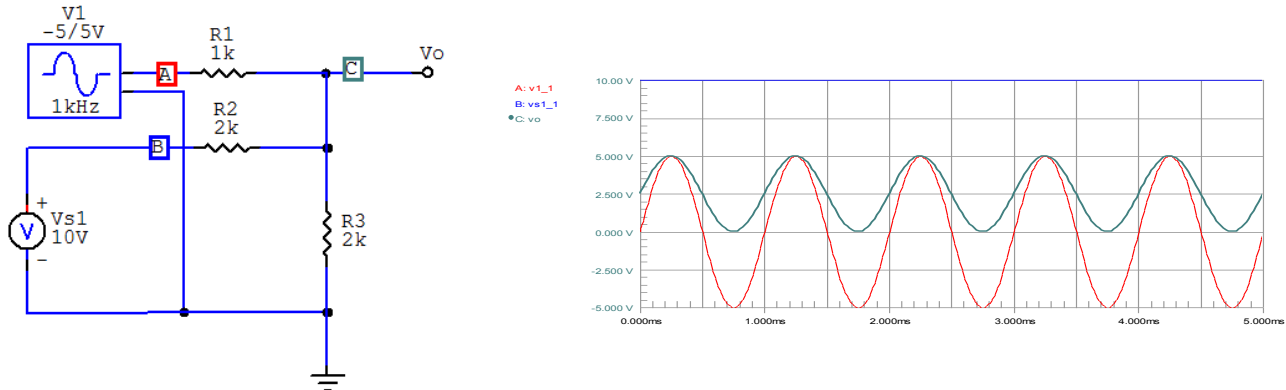

Figura 1: Simulación del circuito a elaborar en EAGLE.
- Considere el circuito de la figura 1, como el circuito a desarrollar en el PCB, adicionalmente cada una de las fuentes y/o generadores se interconectarán por medio de Borneras verdes de 2 Tornillos de tamaño mediano.